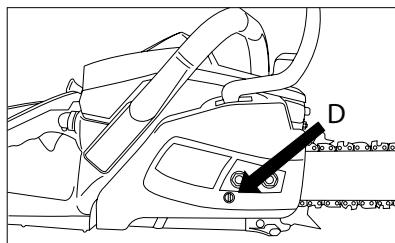

Fig. 11
- Slăbiți piulițele de fixare a șinei (capacul protector și maneta de frână), rotiți bolțul de reglare (D) după acele de ceasornic pentru a întinde lanțul. Pentru a micșora tensionarea lanțului rotiți bolțul de reglare (D) contra acelor de ceasornic. Verificați că lanțul este amplasat pe întreg perimetru lamei de ghidare (Fig. 11).